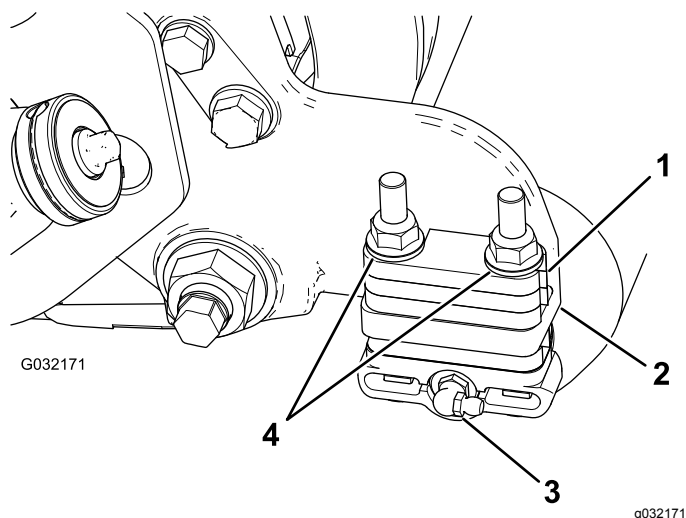

Рисунок 3
2. Снимите масленку катка с боковой стороны режущего блока, у которого установлен корпус щетки катка (Рисунок 3).
4. Выверните две фланцевые контргайки, которые крепят кронштейны катка к боковым пластинам, а также снимите все проставки толщиной 6 мм, которые расположены на верхней стороне монтажного фланца боковой пластины (Рисунок 3).